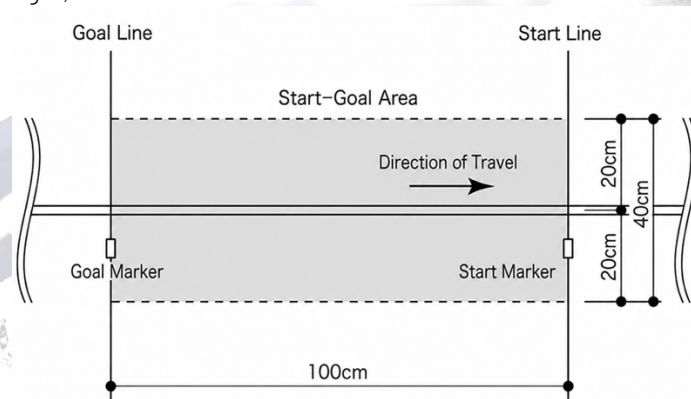
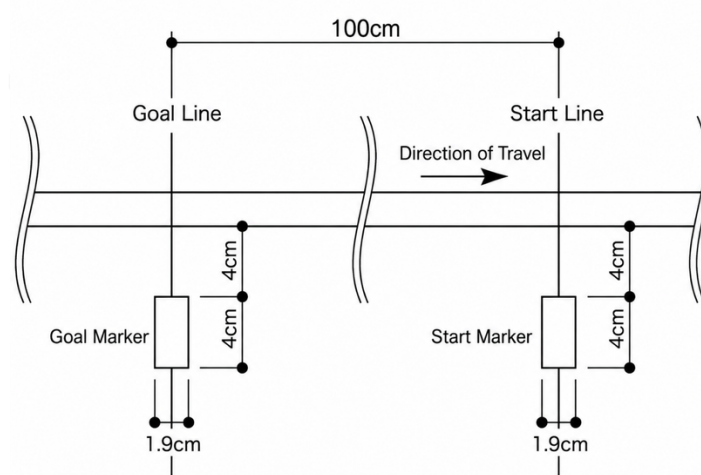

Fig 2. Near the Start / Goal Area
Fig 3. Start/Goal Markers
- จะมีเครื่องหมาย (Marker) ระบุตำแหน่ง Start และ Goal ติดตั้งไว้ทางด้านขวาของเส้นทางวิ่งตามทิศทางการเคลื่อนที่ (Fig 2. & Fig 3)